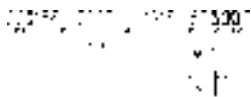

图 9-96 打开素材
1) 按〈Ctrl+O〉组合键，打开配套光盘提供的“第9章/9.2.13 尺寸自调.dwg”素材文件，结果如图9-96所示。